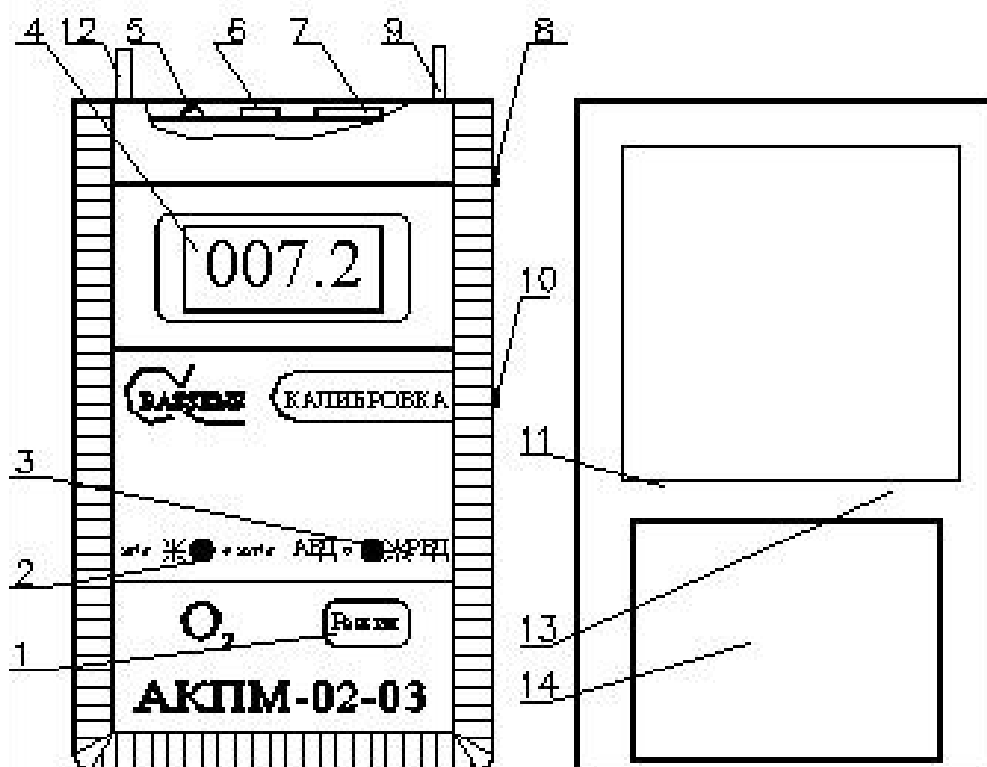

Рис. 2.
12.1.7. Установить кольцо 4 на боковую поверхность корпуса 2 амперометрического сенсора и подсоединить вилку амперометрического сенсора к розетке 7 (см. рис. 2) анализатора.